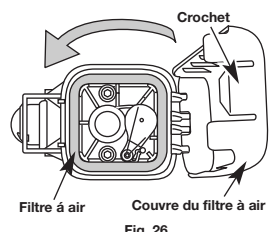

Fig. 26
- Le piston est au sommet de sa course lorsqu'on regarde par le trou de la bougie (Fig. 26)
- Glissez la jauge d'épaisseur entre le culbuteur et le ressort de rappel de la soupape. Mesurez le jeu entre la tige de soupape et le culbuteur (Fig. 26 & 27). Faites-le pour les soupapes d'admission et d'échappement.